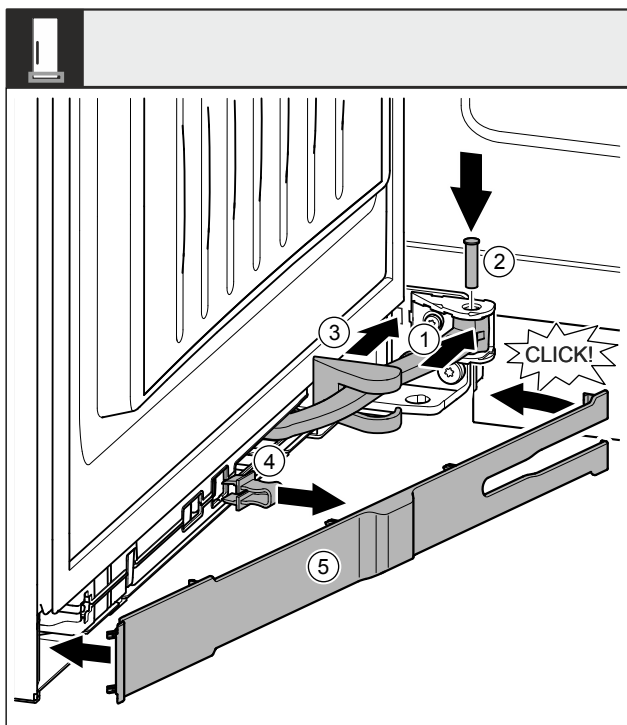

Fig. 50
- ▶ Scharnier Fig. 50 (1) in de ophanging draaien.
- ▶ Bouten Fig. 50 (2) met een schroevendraaier in de ophanging en scharnier steken. Let hierbij op dat het vergrendelingslipje juist in de groef zit.
- ▶ Lagerbokafdekking Fig. 50 (3) langs het scharnier schuiven en over de ophanging monteren.
- ▶ Beveiliging Fig. 50 (4) wegnemen.
- ▶ Panelen Fig. 50 (5) aan de greepzijde plaatsen en er indraaien.